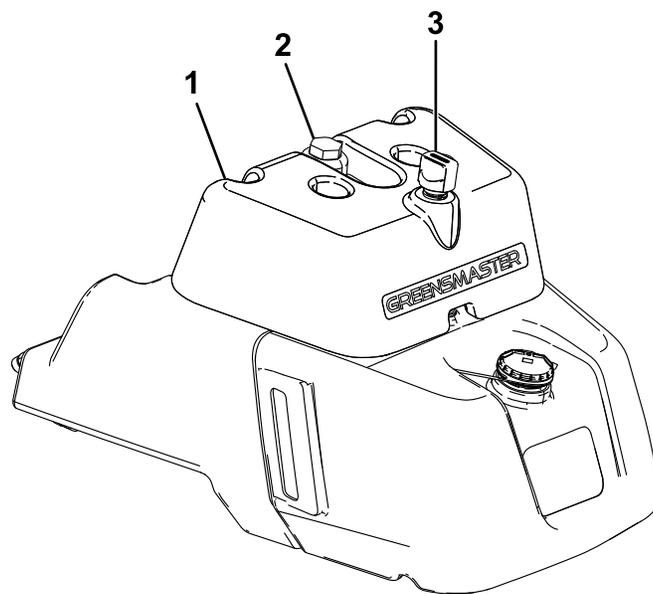

Рисунок 41
- Если у вашей машины есть смотровое окно, проверьте уровень масла с помощью него (Рисунок 41) и перейдите к пункту 5.